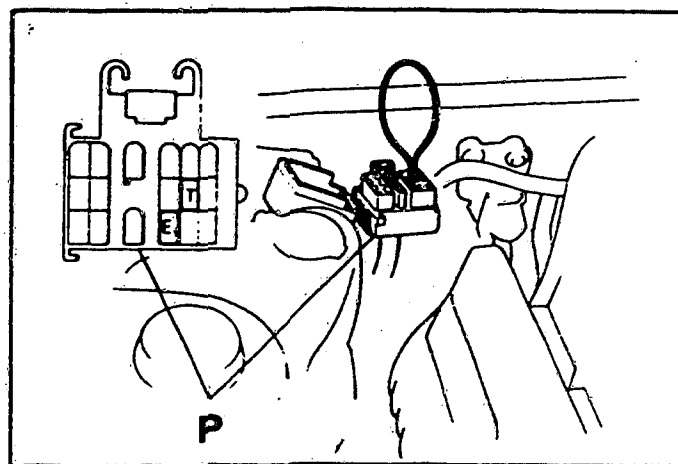

Bild 2 Die Klemmen T und E₁ des Prüfsteckers (P) im Motorraum müssen für verschiedene Tests kurzgeschlossen werden.
- mit Überbrückungskabel die Prüfsteckeranschlüsse T und E₁ kurzschliessen (Bild 2).